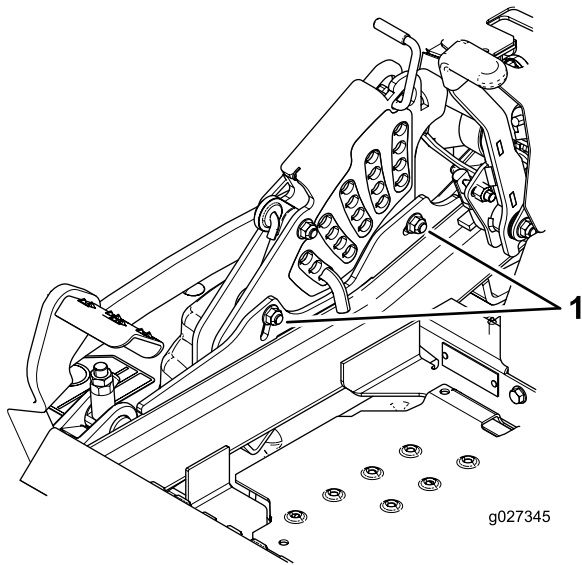

Figure 91
12. Pour régler le système monopoint, desserrez les 2 boulons au bas de la plaque de hauteur de coupe (Figure 91).
14. Serrez les 2 boulons au bas de la plaque de hauteur de coupe (Figure 91). T